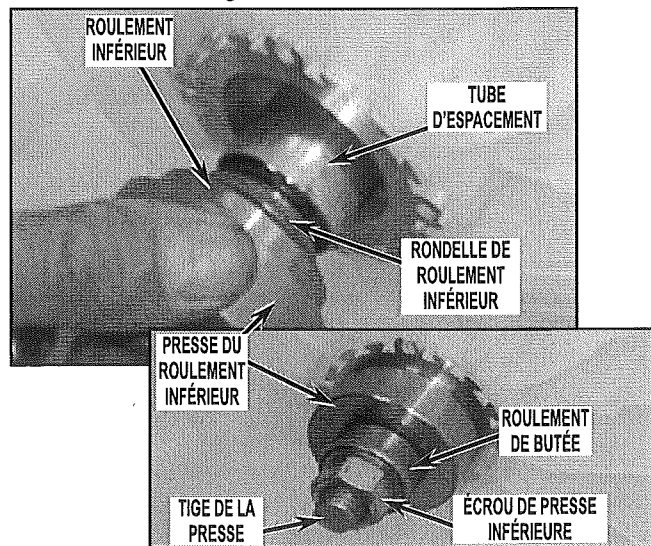

FIGURE 13
20. Placer sur la tige de la presse le tube d'espacement neuf, la rondelle de roulement inférieur neuve et le roulement inférieur. Installer ensuite les pièces de l'outil : presse du roulement inférieur, roulement de butée et écrou de la presse inférieure. Voir Figure 13.